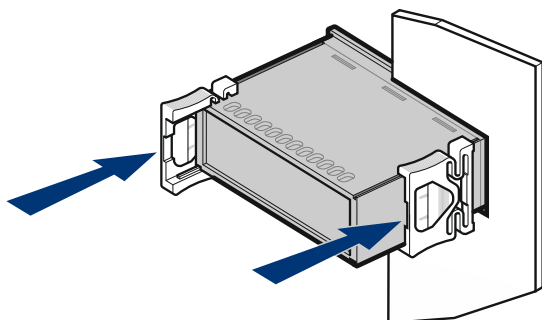

Abb. 5: Montage im Einbausschnitt
3. Die beiden Halterungen seitlich aufsetzen und bis zum Anschlag der Abdeckung schieben, bis die Halterungen einrasten (siehe Abb. 5, „Montage im Einbausschnitt“).